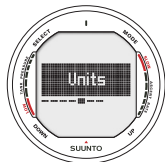

Fig. 3.12. Instelmogelijkheden van het eenhedenstelsel geselecteerd.
5. Eenhedenstelsel (*Units*; Fig 3.12, 3.13)